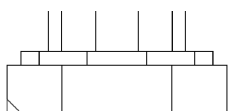
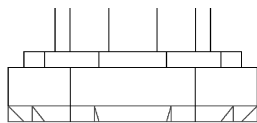

图12-47 绘制三角形
图 12-48 旋转三角形
- (5) 单击“视图”选项卡“视图”面板中的“前视”按钮，设置视图方向。
- (6) 单击“默认”选项卡“绘图”面板中的“直线”按钮，绘制直角边长为1的等腰直角三角形，结果如图12-47所示。
- (7) 单击“默认”选项卡“绘图”面板中的“面域”按钮，将上步绘制的三角形截面创建为面域。
- (8) 单击“三维工具”选项卡“建模”面板中的“旋转”按钮，选择第(6)步绘制的三角形，选择Y轴为旋转轴，旋转角度为360°，消隐结果如图12-48所示。